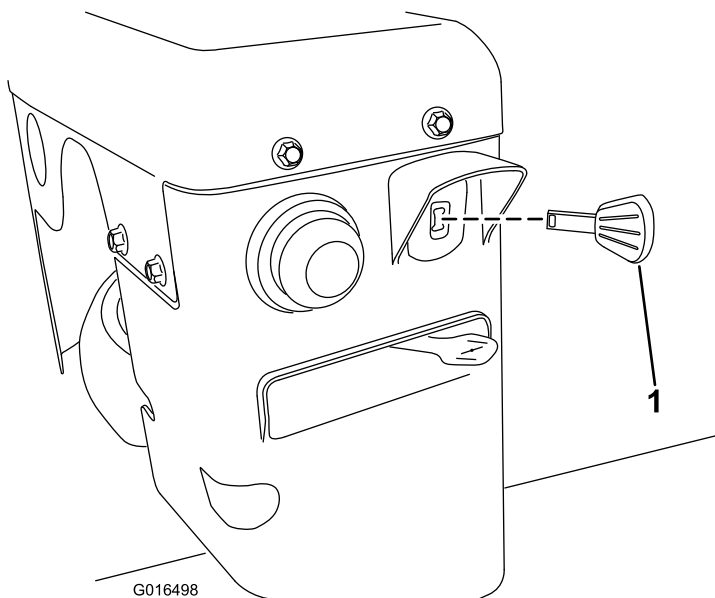

Рисунок 21
3. Вставьте ключ зажигания до упора в (Рисунок 21).